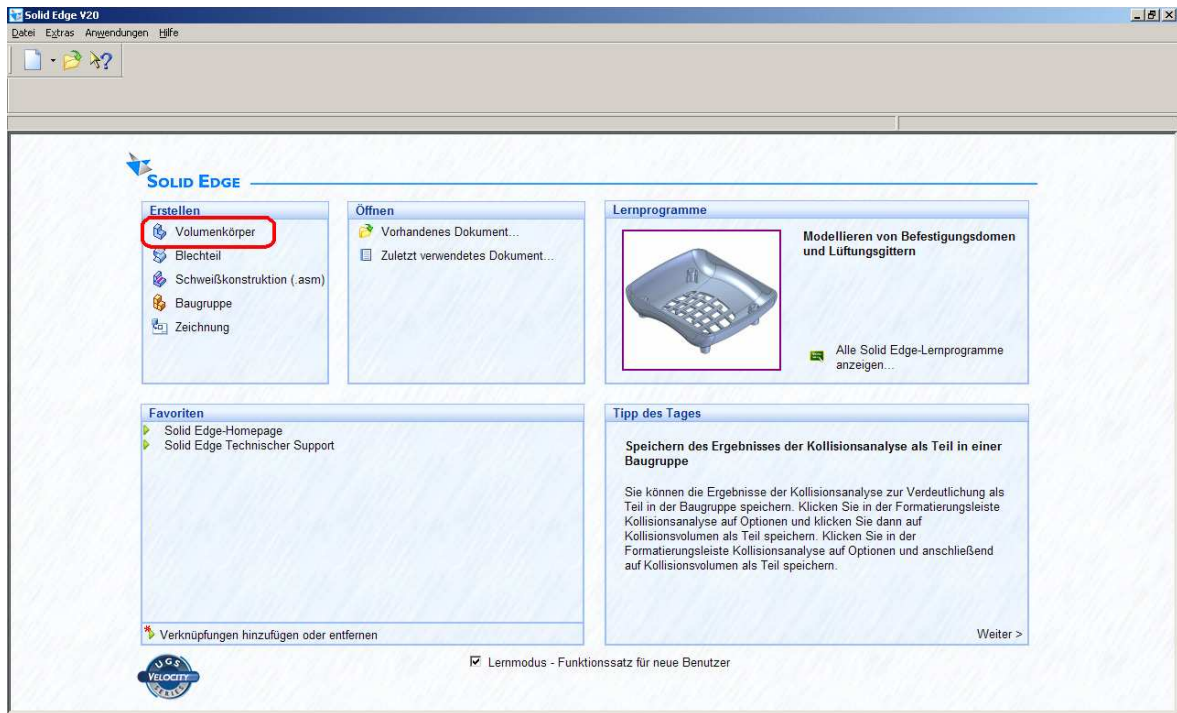

Abb. 1 Die Startseite von Solid Edge
2. In der Startseite im Feld **Erstellen** auf **Volumenkörper** klicken (Abb. 1) oder im Hauptmenü Datei, neu, normal.par anklicken und mit ok bestätigen.